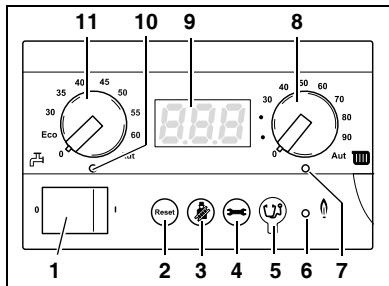

Bild 6 Grundkontroll BC10
Med knappen för "statusvisning" (bild 6, pos. 4) kan den aktuella pannvattentemperaturen, aktuellt anläggningstryck osv. visas på displayen.
Här kan fackmannen ansluta en diagnoskontakt (Service Tool) (bild 6, pos. 5).
Lysdioden för "brännare" (på/av) (bild 6, pos. 6) lyser när värmepannans brännare är i drift och slutar lysa när brännaren slocknar.